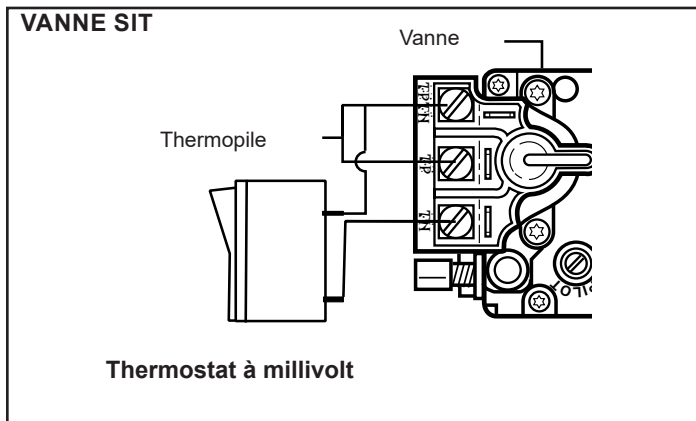

Figure 3.63– Installer le câblage sur le thermostat avant de le connecter à la vanne.
2. Connectez les fils du thermostat ou de l'interrupteur mural à la vanne (figure 3.63).